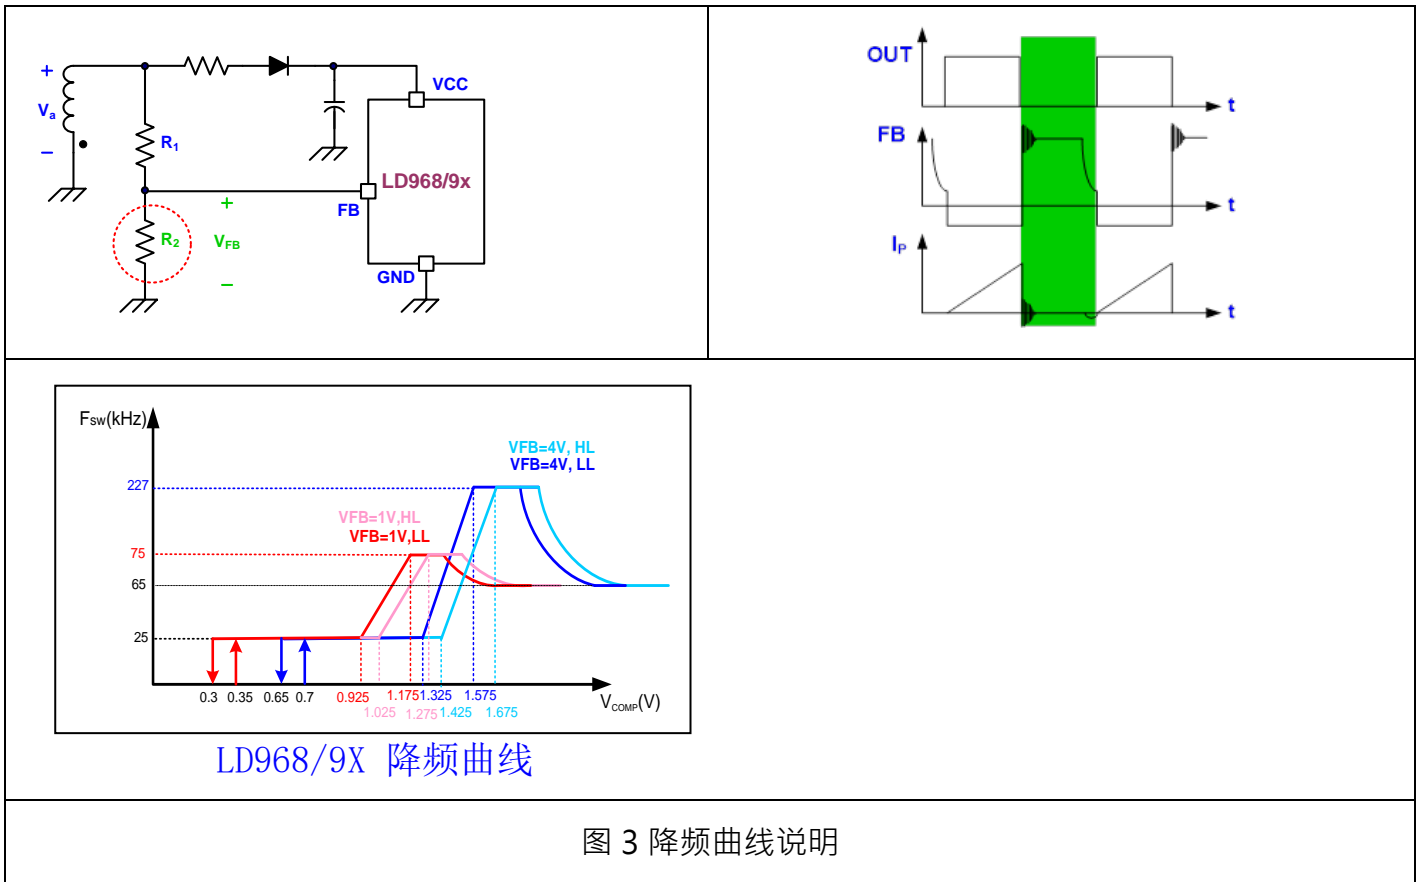

图 3 降频曲线说明
- 自适应式智能化降频曲线 for PD 应用 (图 3 专利)